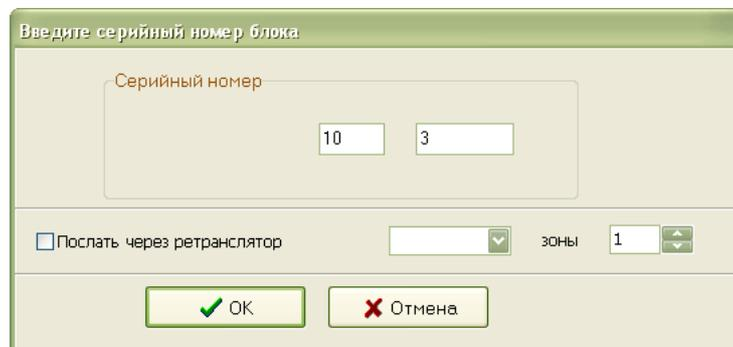

Рисунок 42 - Ввод серийного номера
1) Для смены серийного номера БРК-К следует выбрать в окне «Доступные счетчики» требуемый блок и в контекстном меню выбрать пункт «Изменить номер счетчика». Откроется окно ввода серийного номера (рисунок 42).